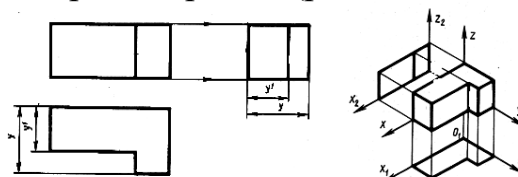

Рисунок 2.13 – Построение проекций чертежа модели
- по двум проекциям построить третью (рисунок 2.13).